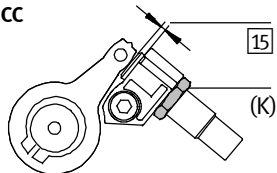

Fig. 25
2. Drehen Sie die Kontermutter (K) (Fig. 25) des Dämpfers los. Durch die Ausschraublänge des Dämpfers (Elastomerdämpfer [13] / [14] oder Stoßdämpfer [15]) wird die Abweichung der Endlage ausgeglichen.